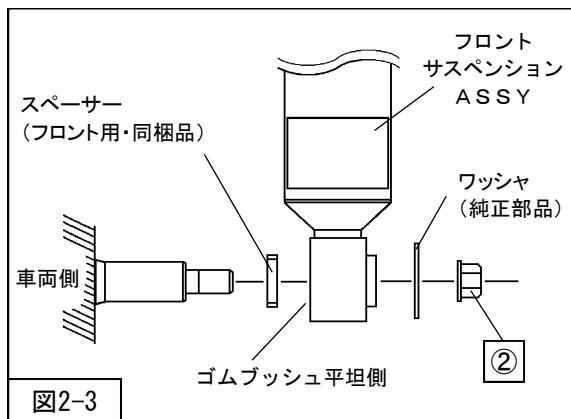

図2-3
3. フロントサスペンションASSYロア取付け部の車両側のシャフトにスペーサー（フロント用・同梱品）を取付けてください。（図2-3）
②フロントサスペンションASSYロア取付ナット
を取付けてください。（図2-3・図2-4）